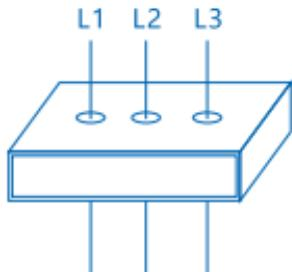
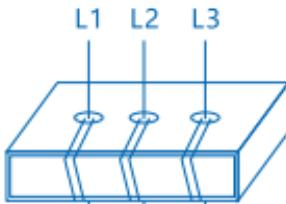

图6 3A以上一次穿心
图7 3A以下多次穿心
- 1) 交流接触器至电动机的三条主电路分别穿过电动机保护器的导线孔与电动机进行连接，当电动机额定电流小于3A时，三相主电路需多次穿心，穿心匝数见表2。穿过电动机保护器穿心孔的最低信号电流与穿孔匝数之积要大于3A。电动机保护器穿心示意图见：图6、图7。